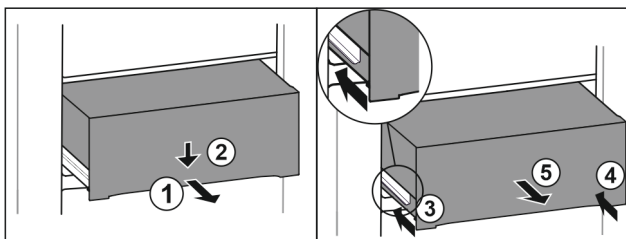

Fig. 100
- ▶ Вытяните выдвижной ящик наполовину. *Fig. 100 (1)*
- ▶ Вдавите выдвижной ящик в передней части вниз. *Fig. 100 (2)*
- ▶ Задвиньте левую направляющую прим. на 2 см. *Fig. 100 (3)*
- ▶ Задвиньте правую направляющую прим. на 2 см. *Fig. 100 (4)*
- ▶ Извлеките выдвижной ящик движением вперед. *Fig. 100 (5)*